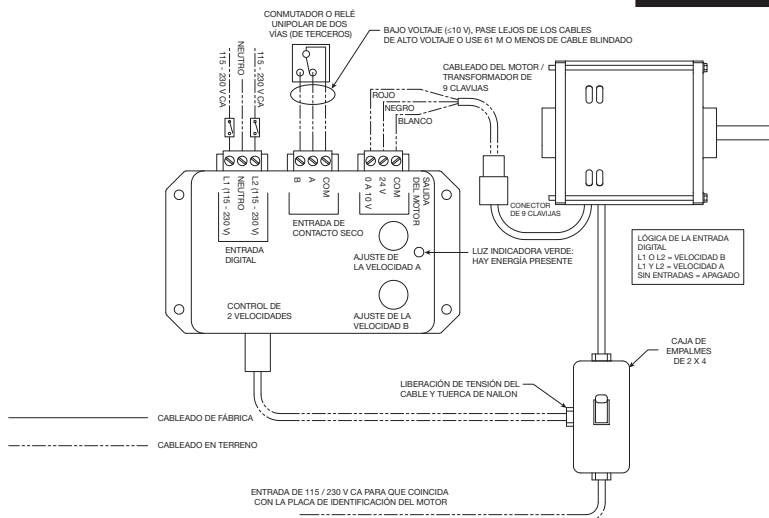

Figura 7 — Control de 2 Velocidades
2. Pase un cable de control de 3 hilos desde el dispositivo de control de un tercero hasta el transformador montado en el ventilador. La distancia máxima desde el ventilador hasta el dispositivo de control es de 30,5 m. Conéctelo a la entrada de contacto seco o entrada digital. Consulte la Figura 7 para ver el diagrama de cableado.